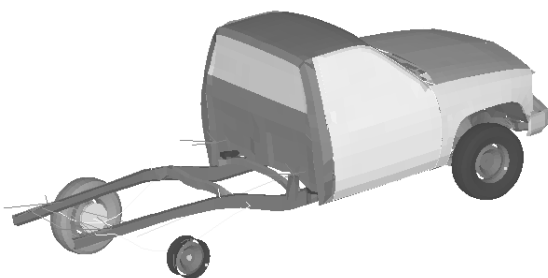

图 13-10 隐藏车身和右后侧轮胎
- (3) 在 Action 下选择 Mask 选项。
- (4) 按住 <Shift> 键和鼠标左键，在图形区指定模型的一个区域。
- (5) 释放 <Shift> 键和鼠标左键，所选区域的模型已不再显示。
- (6) 在 Action 下选择 Unmask 选项。
- (7) 按住 <Shift> 键和鼠标左键，在图形区画出部分包含已被隐藏的模型的区域。
- (8) 释放鼠标左键，已隐藏单元重新显示。
- (9) 单击 Unmask All 按钮，显示模型所有单元。
- (10) 确认 Entities 选择器设置为 Components。
- (11) 重新选择 Mask 选项。
- (12) 在图形区选择车身和右后侧轮胎。
- (13) 单击 Mask Selected 按钮。结果如图 13-10 所示。